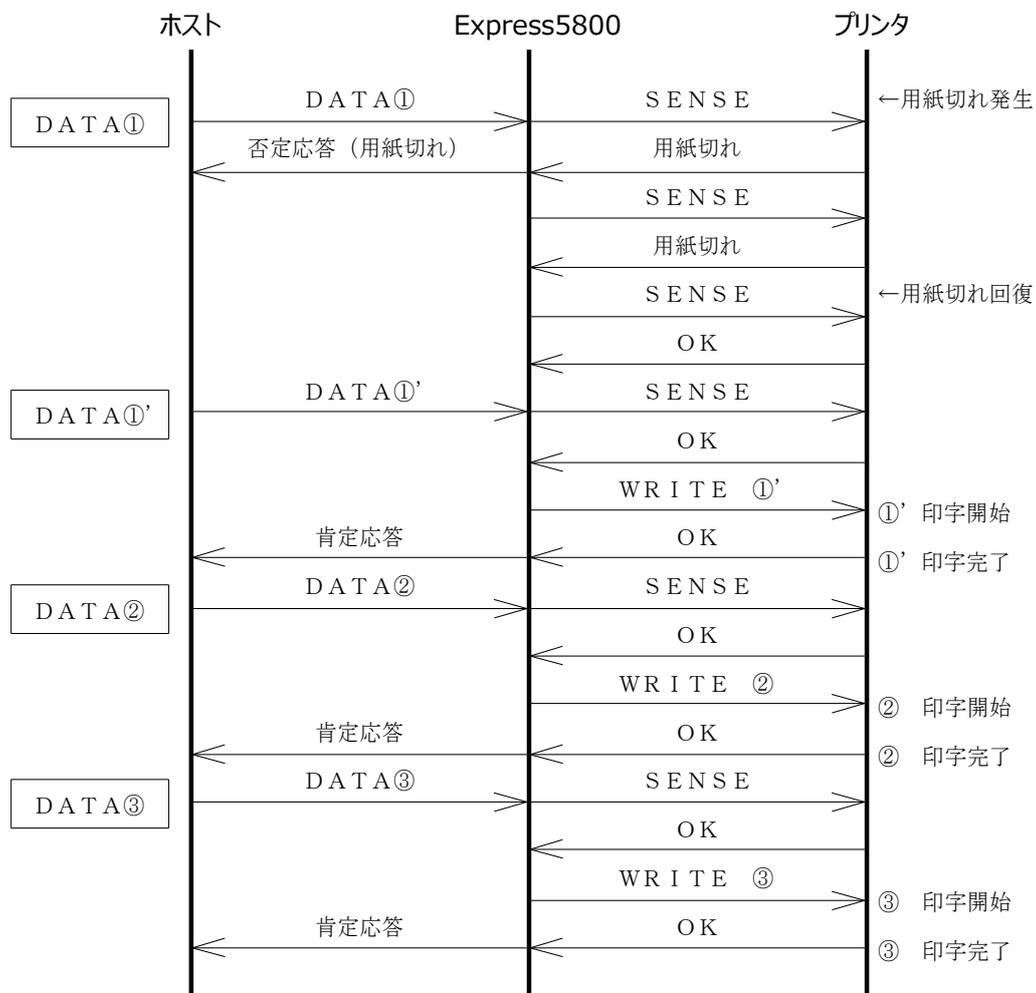

図 4-4 印字前用紙切れ時のシーケンス
(1) 単一チェーンデータ
① 印字前の用紙切れ
ホストからデータ受信時、初めからプリンタが用紙切れ状態の場合のデータシーケンスを図 4-4 に示します。また、DATA①'は、DATA①が再送されてきた事を意味します。